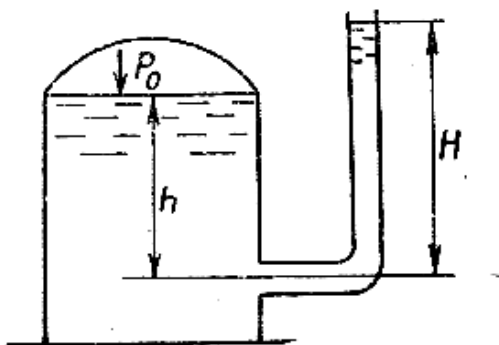

Рис. 9 Схема до задачі 14.
14. У замкненій посудині з водою абсолютний тиск на вільній поверхні $p_0=1,25 \cdot 10^5 \text{ Па}$. На яку висоту H підніметься вода у відкритій трубці, під'єднаній до посудини на глибині $h=3 \text{ м}$ під вільною поверхнею (рис. 9)?